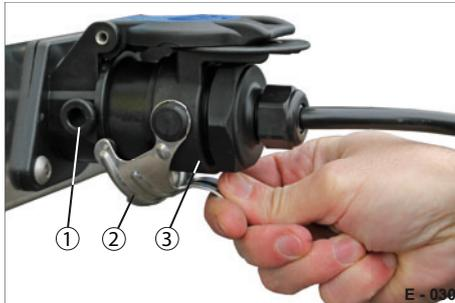
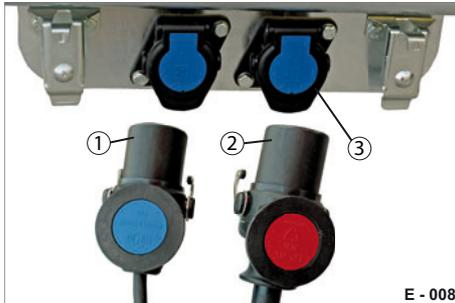

Abb. 14 Stecker entsichern
Abb. 15 Parkposition an Rohrzugdeichsel
- ▶ Ziehen Sie am Bügelverschluss (Abb. 14/2).
- ▶ Ziehen Sie den Stecker (Abb. 14/3) aus der Parkdose (Abb. 15/3) heraus - nicht am Kabel ziehen.
- ▶ Verbinden Sie den Elektrik-Stecker (Abb. 15/2) mit der Zugmaschine.